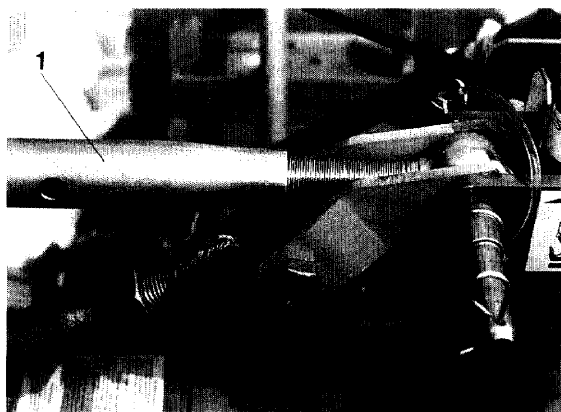

Fig. 24
- Spanhuls (fig.24/1) aan de zaaimachine en de grondbewerkingsmachine met pennen koppelen en elk met een borgpen borgen.